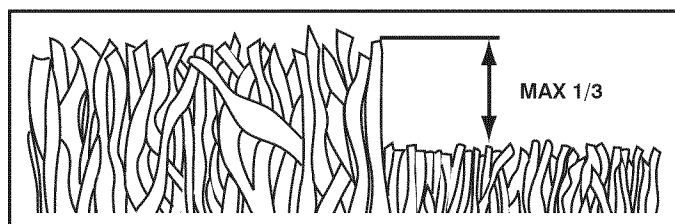

FIG. 11
- Para obtener los mejores resultados, ajuste la altura del corte de la segadora de modo que ésta corte solamente el tercio superior de las hojas de césped. En el caso de que el césped haya crecido demasiado, puede ser necesario el elevar la altura del corte para reducir el esfuerzo necesario para empujar la segadora y para evitar sobrecargar el motor, dejando montones de recortes de césped. Para un césped muy pesado, reduzca el ancho del corte pasando por encima del lugar anteriormente cortado y siegue lentamente (vea Fig. 11).